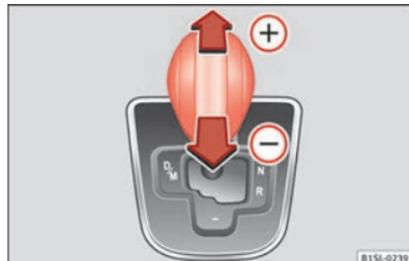

Fig. 149 Alavanca na posição Tiptronic.
- Pressione a alavanca para a frente (+) ou para trás (-) para engrenar uma mudança mais alta ou mais baixa » **Fig. 149**.